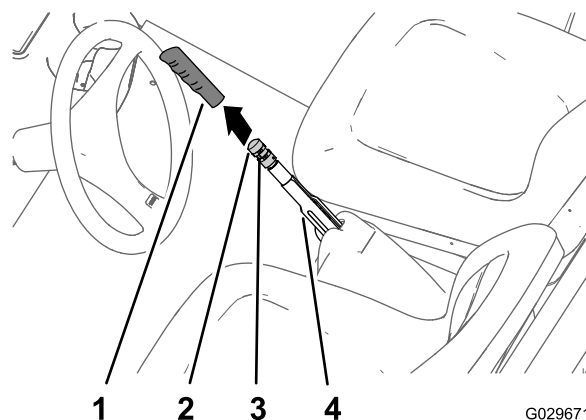

図 65
1. 駐車ブレーキレバーのグリップを外す **図 65**。
2. 駐車ブレーキレバーに調整ノブを固定している固定ねじをゆるめる **図 65**。
3. ブレーキを掛けるのに必要な力が 133-156 N 13.6-15.9 kg = 30-35 lbfとなるようにノブを回して調整する **図 65**。
4. 固定ねじを締め、ゴム製グリップを取り付ける **図 65**。
1. 駐車ブレーキレバーのグリップを外す 図 65。
2. 駐車ブレーキレバーに調整ノブを固定している固定ねじをゆるめ 図 65、駐車ブレーキを解除して、ブレーキ調整ノブをゆるめる。
5. ブレーキを掛けるのに必要な力が 133-156 N·m 4.2-4.8 kg·m = 30-35 ft-lb となるようにノブ 図 65 を回して調整する。
- C. ブレーキを掛けるのに必要な力が 133-156 N·m 4.2-4.8 kg·m = 30-35 ft-lb となるようにノブ 図 65 を回して調整する。
- 固定ねじを締め、グリップを取り付ける 図 65。